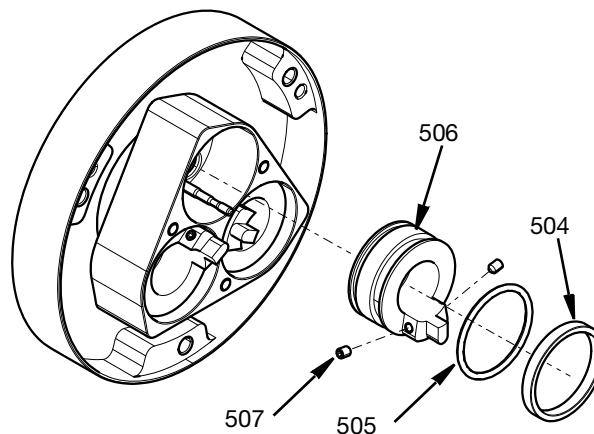

FIG. 11
3. Demontujte píst (506) povolením dvou stavěcích šroubů M4 (507), které odjistí píst a jehlový uzavírací ventil. Po demontáži šroubů je píst (506)
přístupný. Pak lze demontovat O-kroužek (505) a vodící kroužek (504). Viz Fig. 11